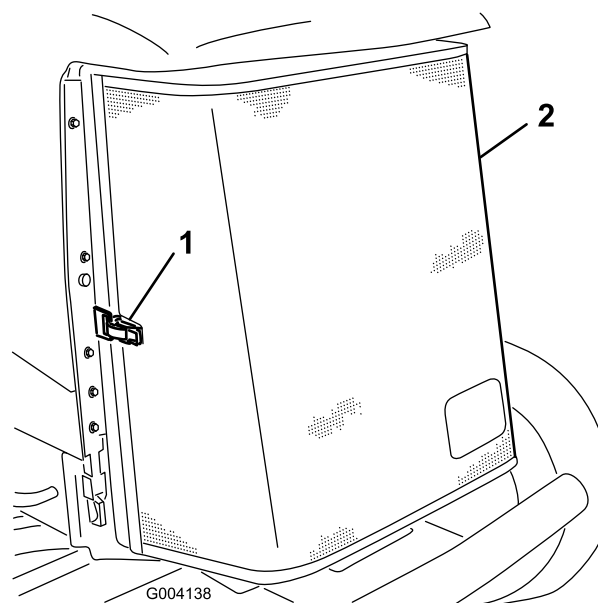

Figura 105
5. Desenganche la rejilla trasera y ábrala (Figura 105).